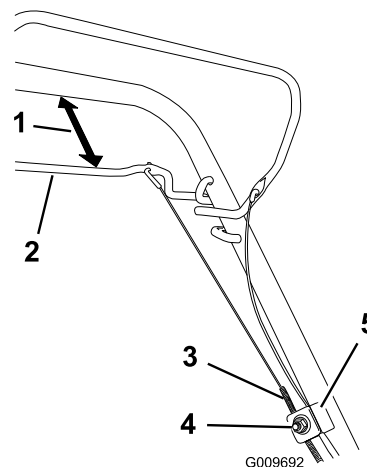

Figure 24
1. Desserrez l'écrou du support de guidage du câble (Figure 24).
2. Maintenez la barre de commande d'autopropulsion de 25 à 38 mm du guidon (Figure 24).
3. Tirez la gaine du câble vers le bas (vers la machine) pour éliminer le mou du câble (Figure 24).